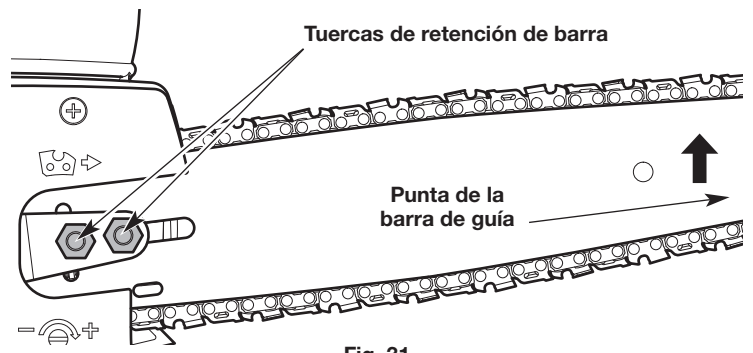

Fig. 31
1. Use una llave 7/16 pulgadas (11 mm) para aflojar ligeramente las tuercas de retención de la barra (Fig. 31). **NO** extraiga las tuercas de retención de la barra.